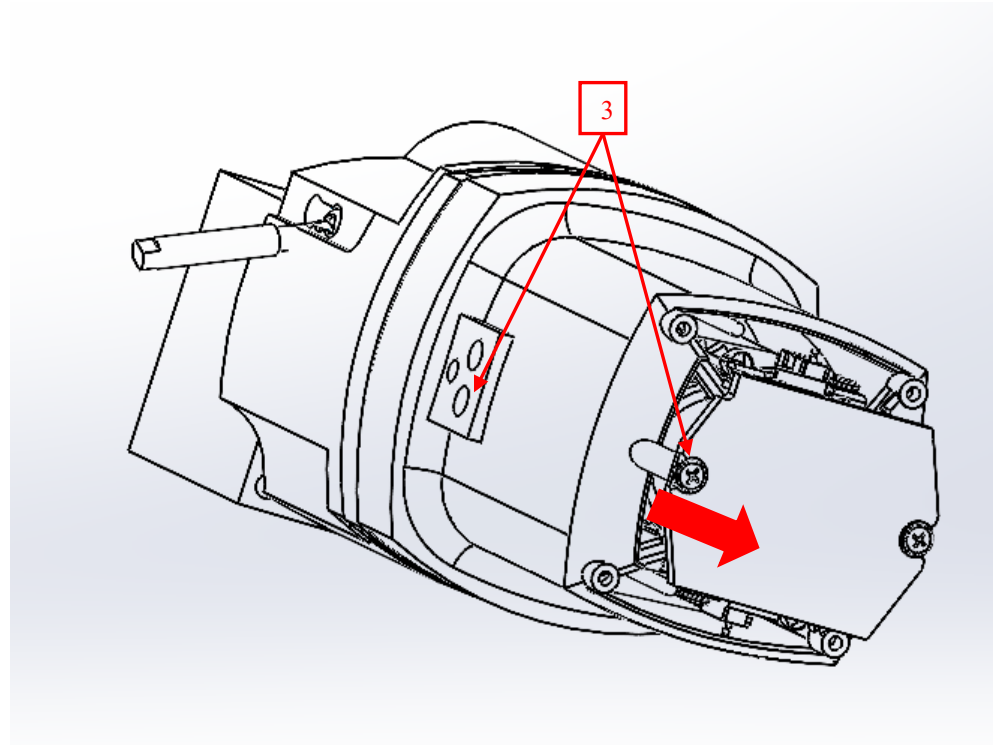

Figure 1.8
1.2.3 figure 1.8 – position 3'te gösterilen iki vidayı sökün ve motor kartını ok yönünde çekin (Fig. 1.8);